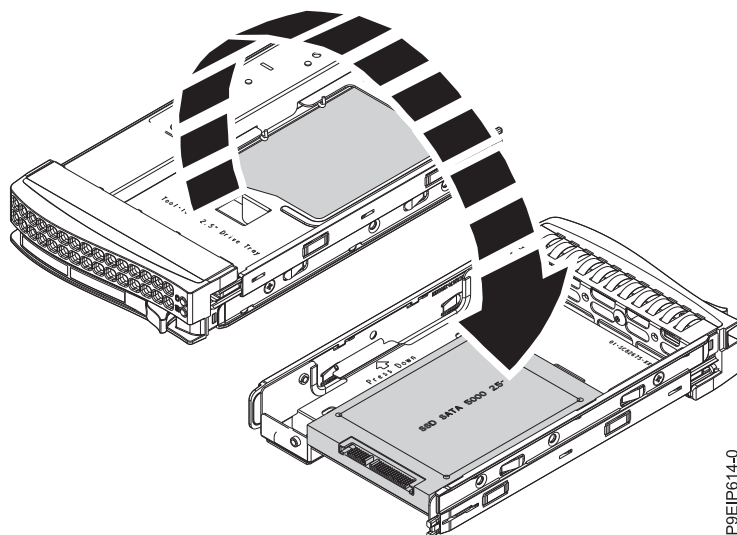

Figure 6. Retournement du tiroir de 2,5 pouces
- a. Retournez le tiroir, comme indiqué dans la figure 6, à la page 9.